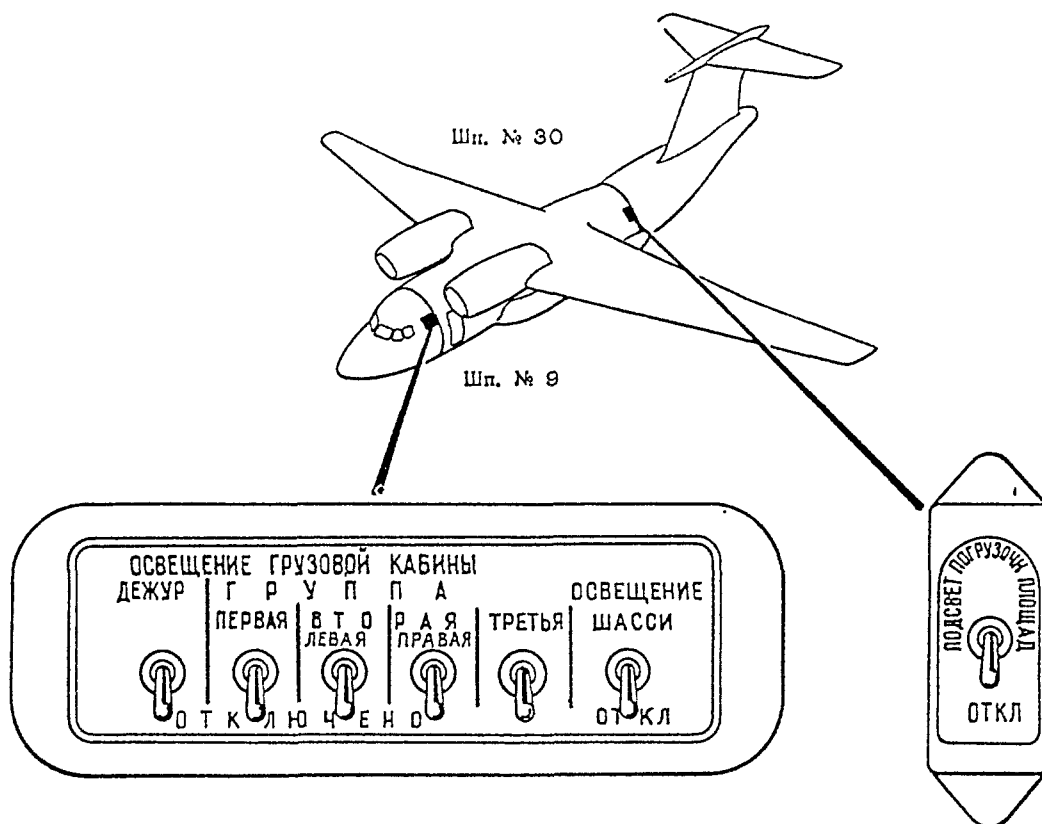

РИС. 4. РАСПОЛОЖЕНИЕ ОРГАНОВ УПРАВЛЕНИЯ ОСВЕЩЕНИЕМ
Органы управления освещением в грузовой кабине показаны на рис. 4.
- в полете – выключателем ОСВЕЩЕНИЕ ШАССИ – ОТКЛ со щитка освещения (см. рис. 4) грузовой кабины.